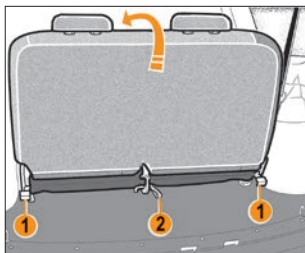
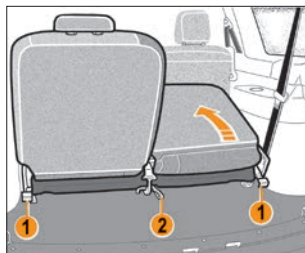

Рис. 2.3.2. Складывание сиденья третьего ряда
Рис. 2.3.3. Складывание сиденья третьего ряда по частям
В варианном исполнении спинка сиденья третьего ряда складывается целиком (рис. 2.3.2) либо по частям (рис. 2.3.3) в соотношении 50/50.
- потяните за ручки **1** (см. рис. 2.3.2, 2.3.3) и сложите спинку сиденья;